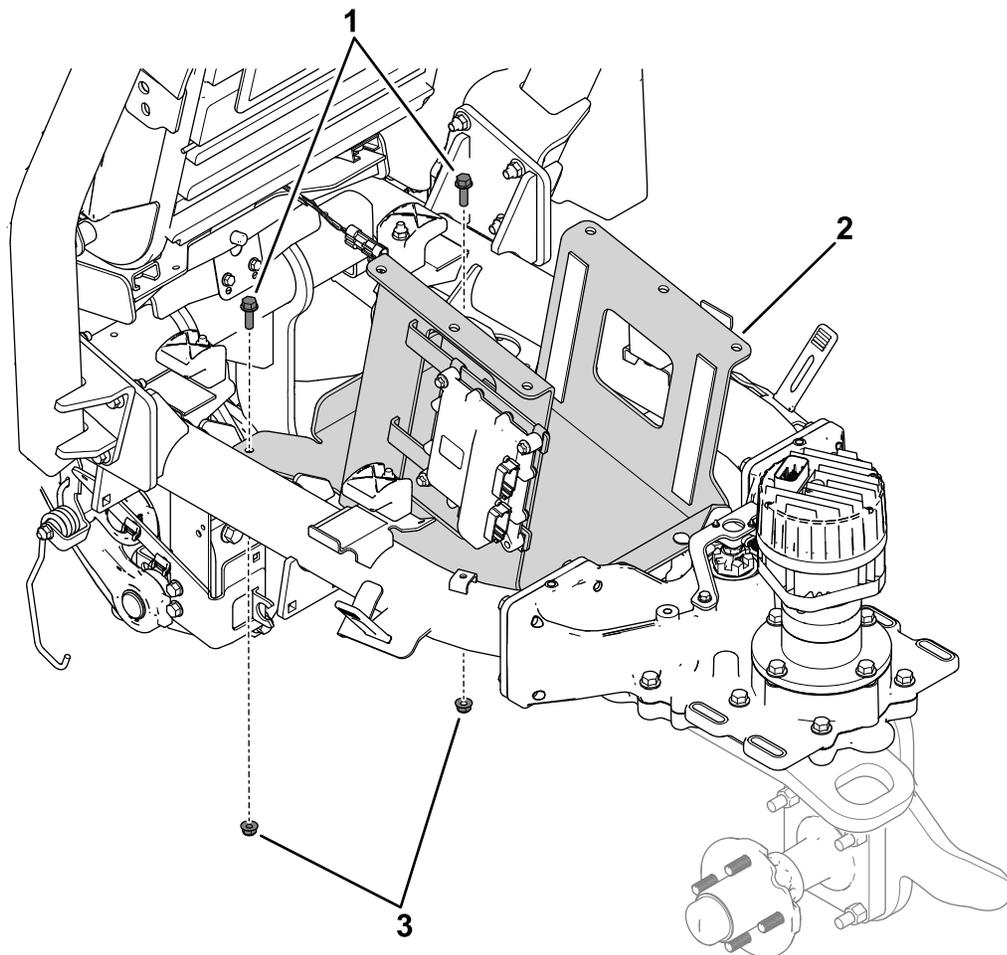

Bild 9
1. Verwenden Sie 2 Bundbolzen ($\frac{5}{16} \times 1''$) und 2 Bundmuttern ($\frac{5}{16}''$), um die obere Montageplatte am Maschinenrahmen zu befestigen (**Bild 9**).